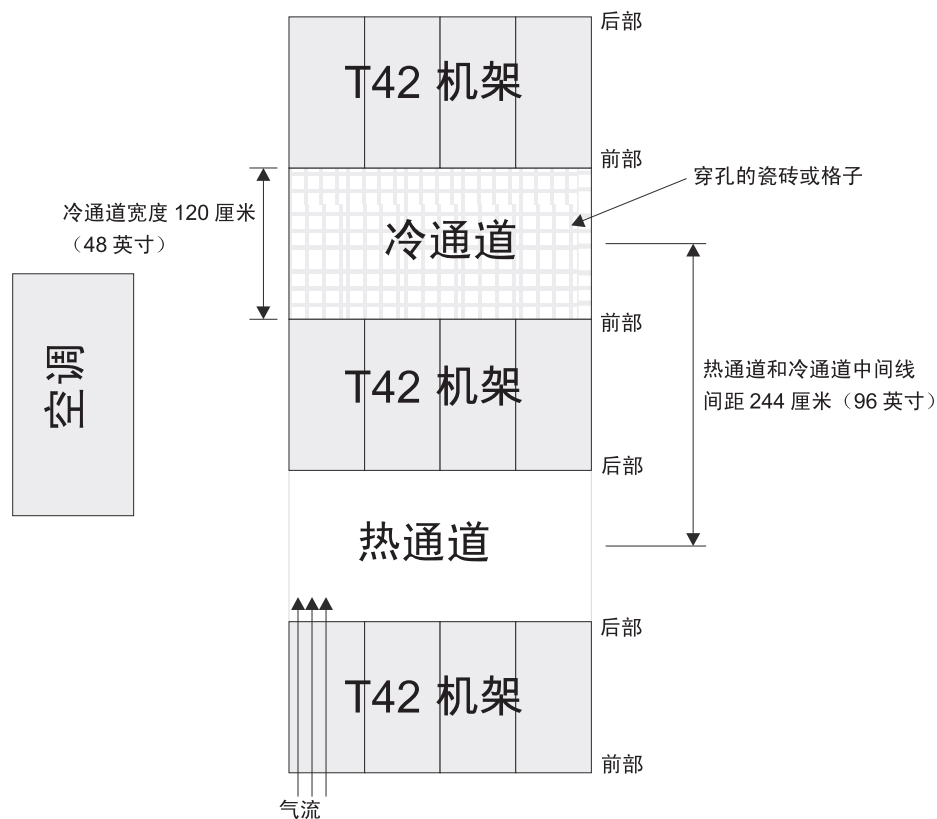

图 15. 冷通道/热通道机架配置示例
- 空气从机架前部进入，后部排出。为防止排出机架的空气进入其他设备的进风口，必须将机架隔行放置并且前部与前部相对、后部与后部相对。这种排列方式被称为“冷通道/热通道”，如图 15 中所示。
- 当机架面对面或背靠背逐行排列时，必须至少有 122 毫米（48 英寸）的缝隙分隔冷通道中的行。（请参阅图 15）。